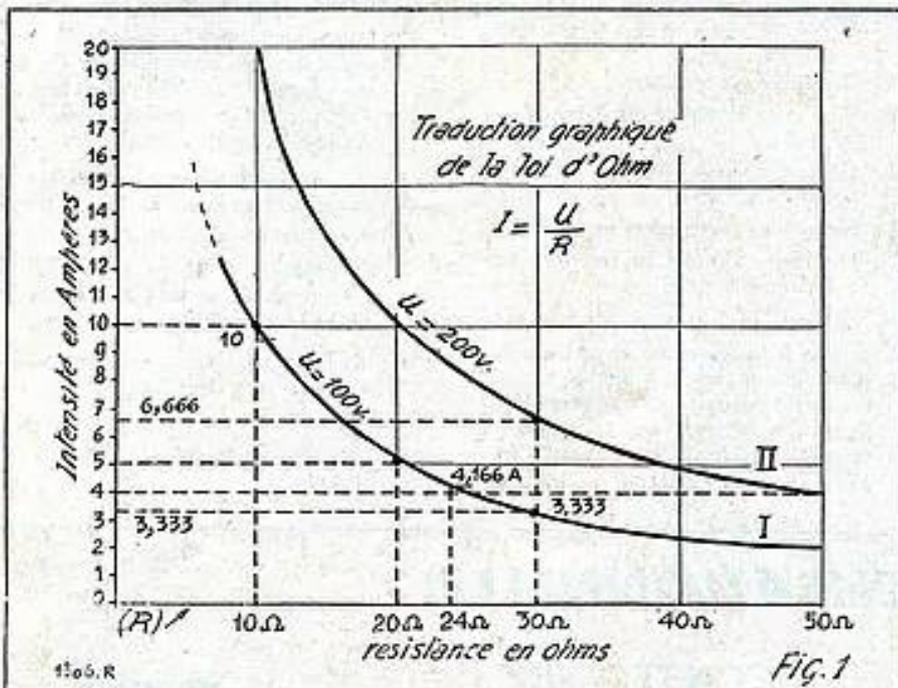

FIG. 1. — Nous prendrons des chiffres simples, soit :  $U = 100$  volts et R ayant successivement les valeurs : 10, 20, 30, 40 et 50 ohms.
d) — Ensuite, si le mal persiste, c'est sur la bobine de filtrage (ou d'excitation du haut-parleur) que devront se porter nos doutes. La vérification de la bobine de filtrage se fait facilement à l'ohmmètre. Les courts-circuits intermittents entre spires (ou entre couches) sont assez rares et provoquent des augmentations de HT assez faibles accompagnées d'un accroissement du ronflement. Les courts-circuits entre bobinage et masse sont plus fréquents et entraînent des chutes complètes et rapides de la haute tension après filtrage (position V, du voltmètre : voir figure 1 de notre article dans le numéro 43).
La représentation schématique en est des plus simples puisqu'il ne s'agit que d'une triode à chauffage direct. La grille est l'électrode de commande avec ouverture en forme de point d'exclamation. Et c'est au travers de cette ouverture, qu'est visible la plaque ou anode lumineuse ; elle laisse apparaître une barre lumineuse dont la longueur maximum peut être de 14 mm (figure 1). Aussi, est-ce par une sorte de fantaisie imitative que sur la
NOUS donnons fig. 1 et 2 les courbes correspondant aux relations :
Sur les fig. 1 et 2 nous avons tracé chaque fois deux courbes seulement. En fait, on peut en tracer un nombre quelconque, ce qui constitue une famille de courbes.
La courbe tracée pour 100 volts est notée I sur la fig. 1.
La courbe correspondante est notée II sur la fig. 1.